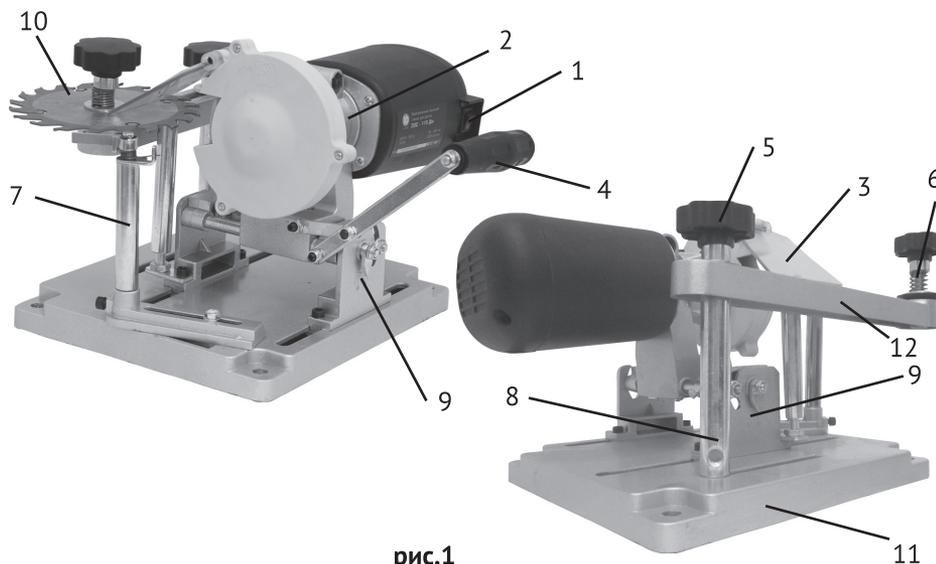
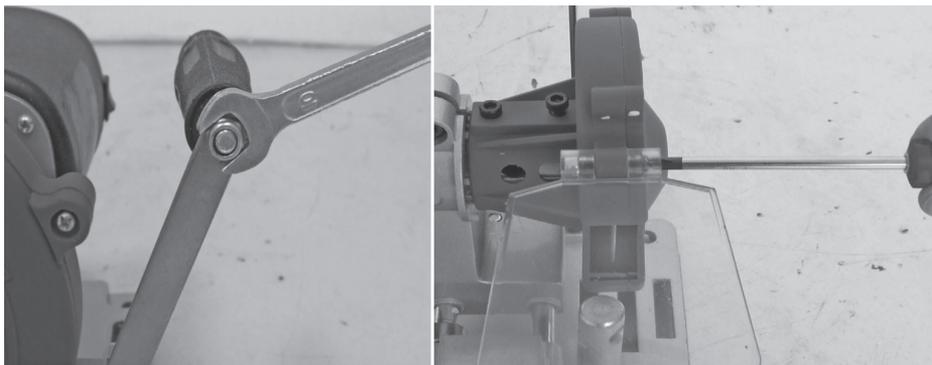
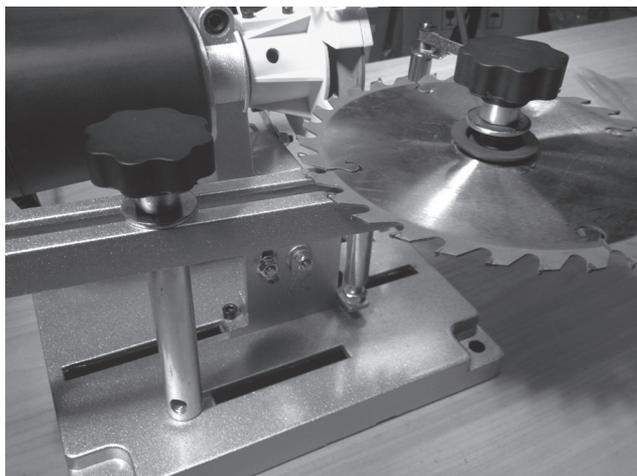

рис.1
рис.2
рис.3
1.3 Заточный станок состоит из заточного блока с электродвигателем (рис.1 поз.2), поворотного кронштейна (рис.1 поз.12) для установки диска (рис.1 поз.10) и основания (рис.1 поз.11). В пластиковом корпусе расположен силовой блок, который включает в себя электронную плату – выпрямитель и коллекторный двигатель постоянного тока. Для стационарного закрепления станка на верстаке (столе) шурупами или болтами, в основании имеются 4-е монтажные отверстия. Крутящий момент с якоря электродвигателя через соединительную муфту передаётся на шпиндель. Между опорным и зажимным фланцами, на шпинделе (гайкой М10) крепится заточный круг.
1.4 Выключатель (рис.1 поз.1) расположен сбоку на корпусе двигателя.
- установите защитный экран (рис.1 поз.3) и рукоятку поперечного перемещения заточного блока (рис.1 поз.4), как указано на рис.2;
- открутите и снимите прижимной блок пильного диска (рис.1 поз.6), расположенный на кронштейне подачи (рис.1 поз.12). Прижимной блок состоит из фиксатора-гайки, шайбы, пружины и прижимной конусной шайбы. Установите заточиваемый диск (рис.1 поз.10), как показано на рисунке (рис.3), и зафиксируйте его с помощью прижимного блока.
- придать станку устойчивое положение, при необходимости закрепить основание (рис.1 поз.11) на верстаке (столе);
- открутите фиксатор-гайку (рис.1 поз.5) кронштейна подачи пильного диска;
- отрегулируйте продольное положение заточного блока (рис.1 поз.2);
Для этого необходимо шестигранным ключом (входит в комплект поставки) открутить четыре прижимных винта, освободив две крепёжные пластины. Теперь заточный блок можно перемещать вдоль направляющих пазов основания. При заточке пильных дисков небольшого диаметра, заточный блок подаётся вперёд, в сторону вспомогательного ограничителя-упора (рис.1 поз.7). При работе с пильным диском большого диаметра, заточный блок подаётся назад, в сторону расположения электродвигателя станка. Выставив нужное положение заточного блока, надёжно закрепите прижимные винты.
- установите опорный цилиндр (рис.1 поз.8) как можно ближе к затачиваемому зубу и отрегулируйте его высоту контргайкой, расположенной на цилиндре (рис.4). Опорный цилиндр предназначен для устойчивого позиционирования пильного диска в момент заточки его зубьев;
- с помощью рукоятки поперечного движения (рис.1 поз.4) подведите заточной блок к затачиваемому пильному диску. Расположите позиционированный зуб пильного диска таким образом, чтобы его затачиваемая поверхность плотно прилегала к боковой поверхности заточного круга (рис.5);
- удерживая зуб пильного диска в плотном контакте с заточным кругом, установите вспомогательный ограничитель-упор (рис.1 поз.7) таким образом, чтобы пластина ограничителя-упора, усилием пружины, плотно прижималась к боковой поверхности одного из свободных зубьев диска. Кронштейн ограничителя-упора фиксируется в
- рукояткой (рис.1 поз.4) переместите заточный блок в направлении пильного диска и заточите позиционированный зуб. Завершив затачивание, отведите заточный блок от пильного диска;
2.4.1 Станок обладает возможностью регулировки угла наклона заточного блока относительно вертикальной оси от 0 до 25 градусов. Для этого необходимо открутить две фиксирующие гайки, расположенные с двух сторон на кронштейнах крепления заточного блока к основанию (рис.7). Повернув заточный блок на нужный угол по проградированной шкале (рис.1 поз.9), зафиксировать его гайками.